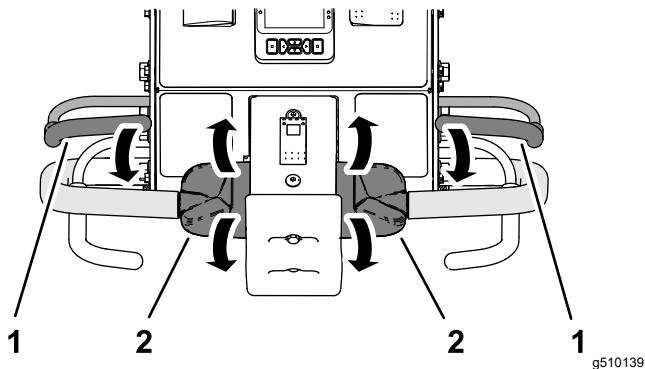

図 32
2. どちらかのオペレータ安全ペイルをハンドルバーと共に握り、走行コントロール 図 32を前方又は後方に回転させ、エンジンを始動する。